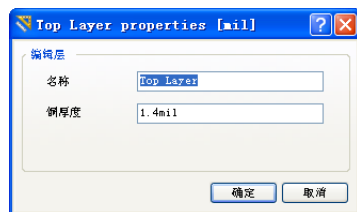

图 7-28 设置信号层属性
- 信号层：信号层属性设置对话框如图 7-28 所示。用户可以自定义信号层的名称和铜箔的厚度（Copper thickness），铜箔厚度的定义主要用于进行信号完整性分析。